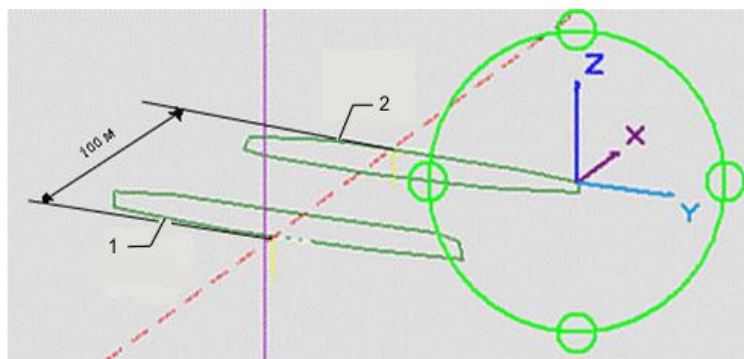

Рис.2 Два контура пологопадающего рудного тела, отстоящие друг от друга на расстоянии 100м
9. Создать контур на текущем сечении, но этот контур должен располагаться чуть ниже построенного только что контура, т.е. координата Z изменяется в пределах от 290 до 300м. Для удобства просмотра расположения этих двух контуров в пространстве нажать системную кнопку **Поворот коробки**  и повернуть появившуюся сферу для удобного ракурса (см. рис.2).